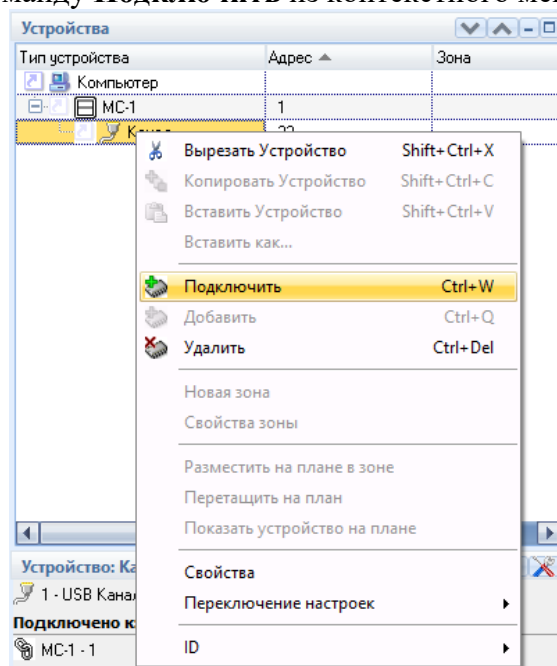

Рисунок 5.9
- 2) Затем следует щелкнуть на значке  в дереве устройств рядом с МС-1, выделить Канал и выбрать команду **Подключить** из контекстного меню (рисунок 5.9);